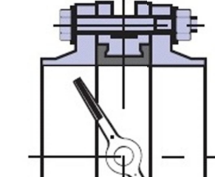

Рис. 6
8. Затяжка болтов производится до момента соприкосновения зеркала фланцев с корпусом затвора. Не перетягивайте болты. Затяжка болтов на межфланцевых соединениях должна быть равномерной по всему периметру в соответствии с таблицей (см. ниже). Медленно закройте и откройте дисковый поворотный затвор. Если установка затвора была проведена правильно, затвор должен свободно открываться и закрываться (рис.6).